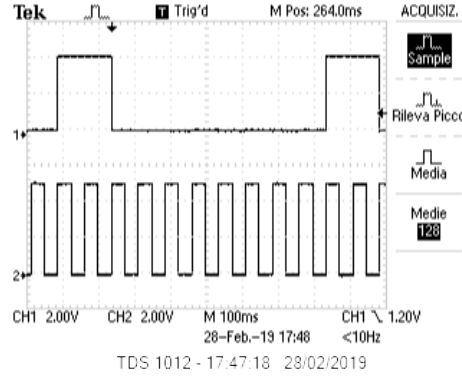

Figura 7: Contatore decimale
d. Quando il contatore arriva a 9 si ha che $(Q_0, Q_1, Q_2, Q_3) = (1, 0, 0, 1)$, in particolare esso è il primo numero che ha sia la porta Q_0 che Q_3 sono HIGH, quindi questa condizione può essere usata per resettare il contatore. Essendo di default la porta di RESET HIGH basta collegare al RESET l'uscita di un NAND che ha come ingressi Q_0 e Q_3 . Il segnale dell'uscita Q_0 vista all'oscilloscopio è mostrato in figura 7